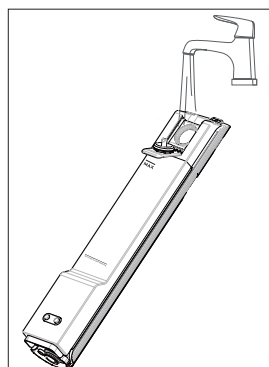

Fig. 6 – Riempimento del serbatoio dell'acqua
- ▶ Riempire il serbatoio dell'acqua pulita con acqua del rubinetto pulita. Non usare acqua calda o bollente per riempire il serbatoio dell'acqua pulita. (**vedere Fig. 6**)